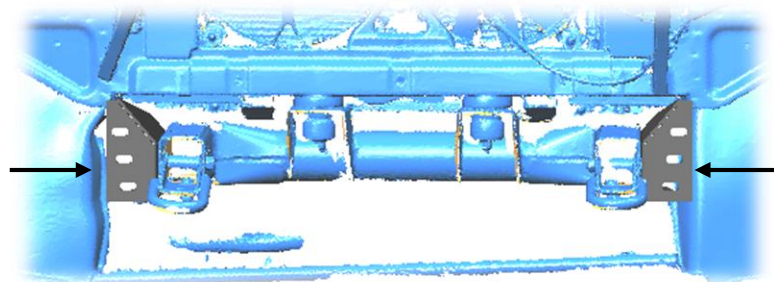

Рис.1
2. Установить кронштейны №1 на раму автомобиля и закрепить каждый кронштейн тремя болтами М10х25 (рис.1). **ВНИМАНИЕ! БОЛТЫ НЕ ЗАТЯГИВАТЬ!**